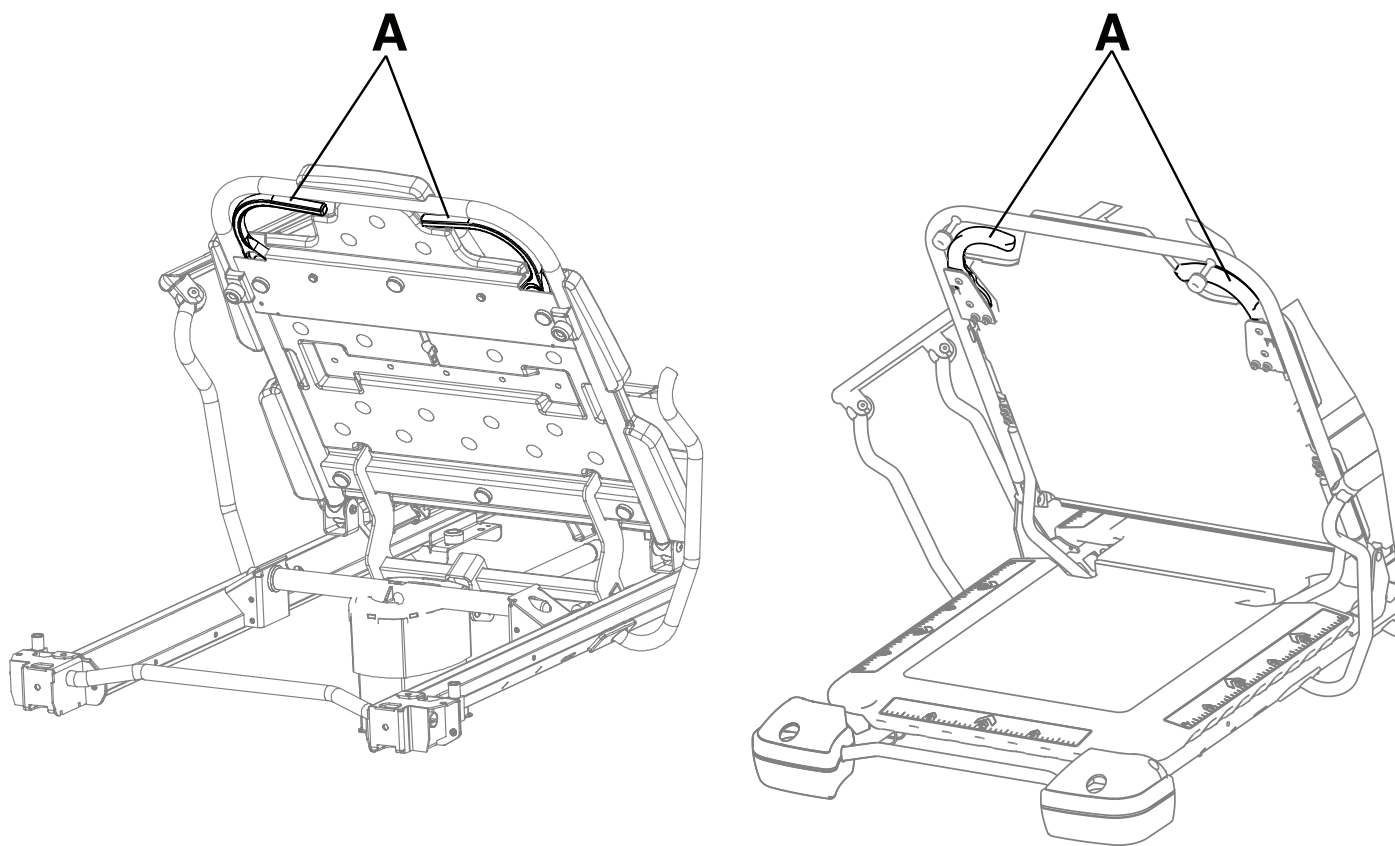

Figura 16 – Ridicarea sau coborârea spătarului Fowler (Prime / Prime X)
Pentru a ridica spătarul Fowler, apăsați una sau ambele manete de eliberare a spătarului Fowler (A) și trageți spătarul Fowler în sus în poziția dorită (0° - 90°) (Figura 16).
Pentru a coborî spătarul Fowler, apăsați una sau ambele manete de eliberare a spătarului Fowler (A) și împingeți spătarul Fowler în jos în poziția dorită (90° - 0°) (Figura 16).